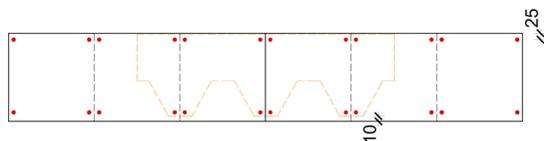

Рис. 12 Схема крепления коньково-карнизной черепицы Döcke PIE на карниз.
8.2.12 Нижняя кромка гонтов первого ряда должна отступать на 10 мм от нижней кромки карнизной полосы (рис. 12). Гонты ламинированной черепицы Döcke PIE PREMIUM коллекции «Dragon» должны отступать на 10 мм от перегиба карнизной планки, т.к. не требуют применения карнизной черепицы.